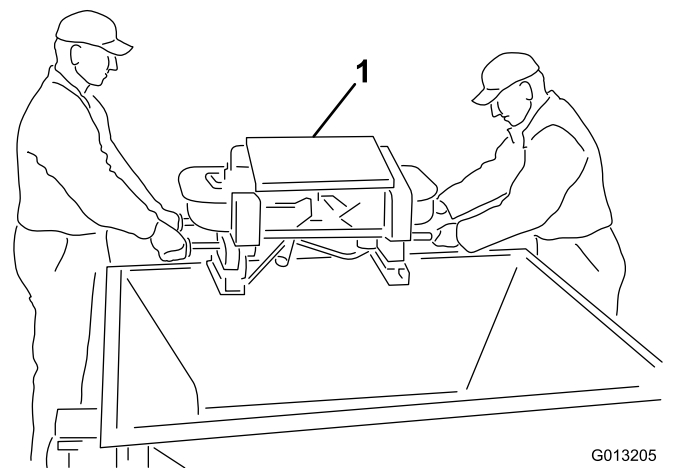

Figure 5
4. Deux personnes sont nécessaires pour cette procédure. Soulevez le Twin Spinner par les poignées extérieures pour le sortir de la benne. Placez le Twin Spinner sur le sol (Figure 5).